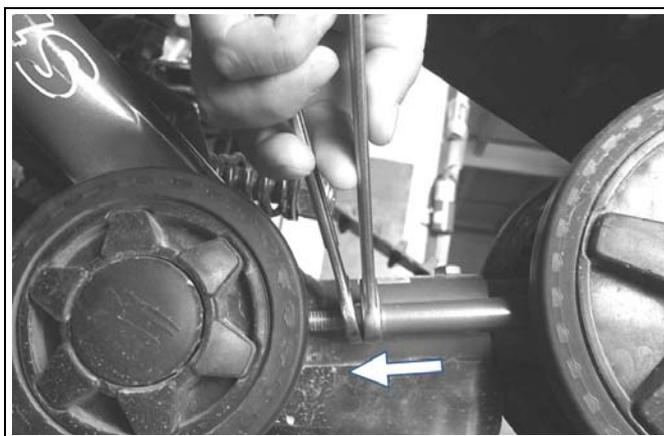

Figure 20
- Régler la tension de la chenille au minimum (voir la Figure 20).